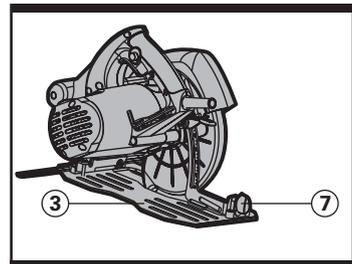

Fig 5
Le réglage de l'angle de la base (3) permet le chanfreinage (se référer à la Figure 5). La table (3) de votre scie circulaire doit toujours être maintenue fermement contre le matériau à couper afin de réduire : les vibrations de la scie, les casses de lame (se référer à la Figure 5).
Desserrez le bouton de serrage (7) pour régler l'angle de chanfreinage et vous pourrez alors incliner manuellement le corps de votre scie circulaire par rapport à sa base (3). En fonction de l'inclinaison de la table par rapport à la scie circulaire, un rapporteur (17) vous indique la valeur de l'angle choisi. Resserrer ensuite le bouton de verrouillage (7) (se référer à la Figure 5). Assurez vous ensuite que l'angle est exact et que la base est bien serrée. Ces valeurs d'angles indiquées sont assez précises pour la plupart des utilisations, néanmoins lorsqu'il s'agit d'un ouvrage exigeant une grande précision, il est recommandé de régler l'angle avec un rapporteur séparé et de procéder à un essai de coupe préliminaire. Note : l'échelle de profondeur de coupe n'est plus exacte en inclinaison pour chanfreinage.